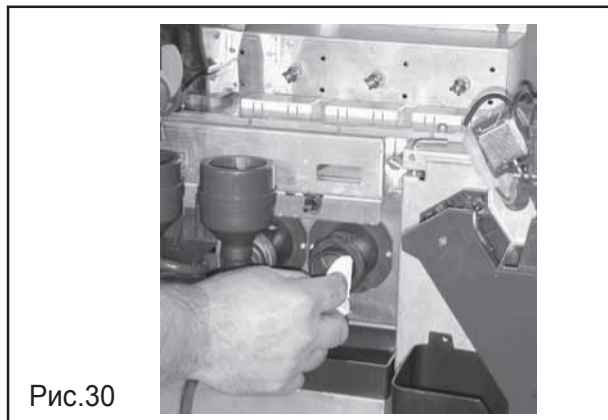

Рис.30
- ткань смоченной в растворе протрите основание смесителя (Рис. 30);